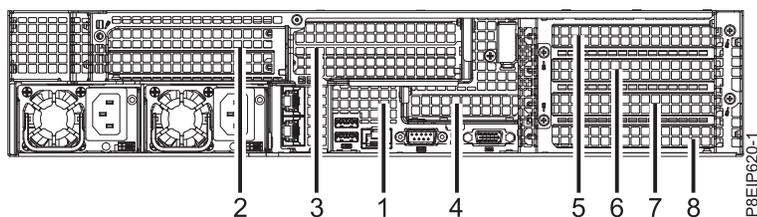

Figure 21. Position des cartes 8001-22C
2. Une carte GPU peut partager une carte mezzanine PCIe avec d'autres cartes. Les systèmes à un seul processeur peuvent être équipés d'un GPU en position 3. Les systèmes à deux processeurs peuvent comporter un GPU en position 3 et en position 5. La position 3 est recommandée pour un refroidissement optimal. Étiquetez et retirez tous les câbles et connecteurs sortant des cartes. Voir la figure 21.